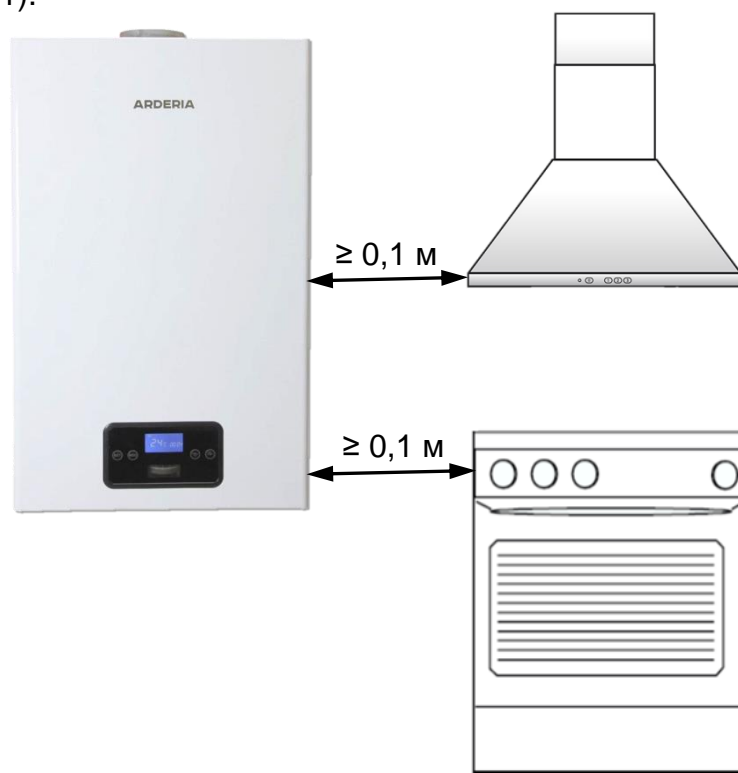

Рис. 11
- Расстояние по горизонтали в свету от выступающих частей котла до бытовой плиты и другого кухонного оборудования различного назначения следует принимать не менее 10 см. (См. Рис. 11).